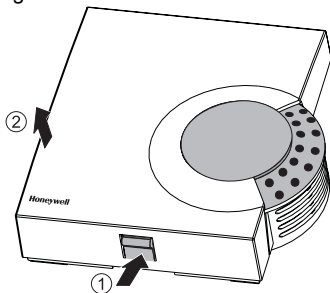

Bild 2: Gehäusedeckel abnehmen
- ▶ Nehmen Sie den Gehäusedeckel des Raumtemperaturfühlers ab, wie in Bild 2 dargestellt.